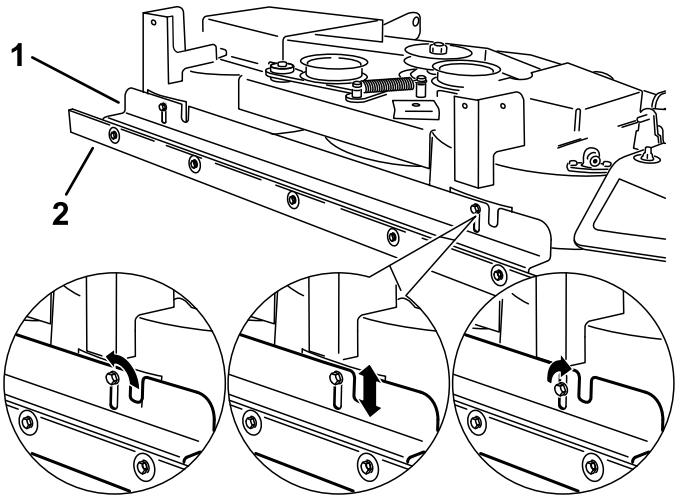

Figura 10
Para modificar el efecto de rayado de la carcasa de corte, eleve o baje la altura de la rasqueta ajustando la posición de la pletina de sujeción. Para obtener los mejores resultados, sitúe el borde inferior de la rasqueta 6–13 mm ($\frac{1}{4}$ – $\frac{1}{2}$) por debajo del borde inferior de la carcasa (Figura 10).
3. Afloje los 2 tornillos con arandela prensada (autorroscantes) que sujetan la pletina de sujeción (Figura 10).
- Para intensificar el efecto rayado, baje la pletina de sujeción hasta obtener el efecto deseado (Figura 10).
- Para disminuir el efecto rayado, eleve la pletina de sujeción hasta obtener el efecto deseado (Figura 10).
6. Apriete los 2 tornillos con arandela prensada (autorroscantes) que sujetan la pletina de sujeción (Figura 10).